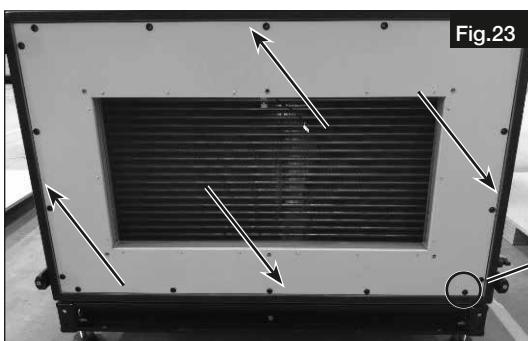

Fig.23
1. Appliquer des bandes d'étanchéité aux endroits où la batterie à détente directe réversible (DX) est accolée à la centrale AIR1 ou au chauffage externe (voir Fig.23).